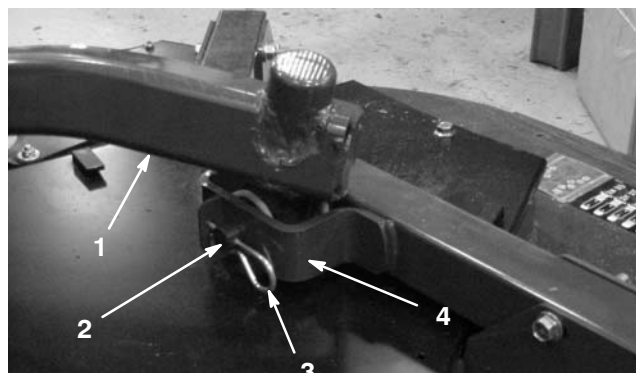

Figure 23
4. Retirez les goupilles fendues et les axes de chape qui fixent les bras de levage aux supports des bras pivotants (Fig. 23).